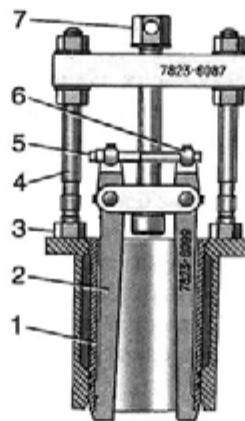

Рис. 4.1.55. Выпрессовка гильзы из блока цилиндров комбинированным съемником:
- с помощью комбинированного съемника (рис. 4.1.55) выпрессовать старую гильзу. Комби-